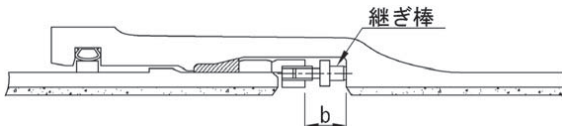

図 32 ボルトの締め付け
- (3) ねじ出し間隔が上下左右均等になるように注意しながら、図 32 の b 寸法が表 9 に示す値になるまで全ボルトをねじ出す。ただし、締め付けトルクが非常に大きくなってそこまでのねじ出しが困難な場合は、表 9 に示す所定のトルクに達した時点で締め付け完了とする。